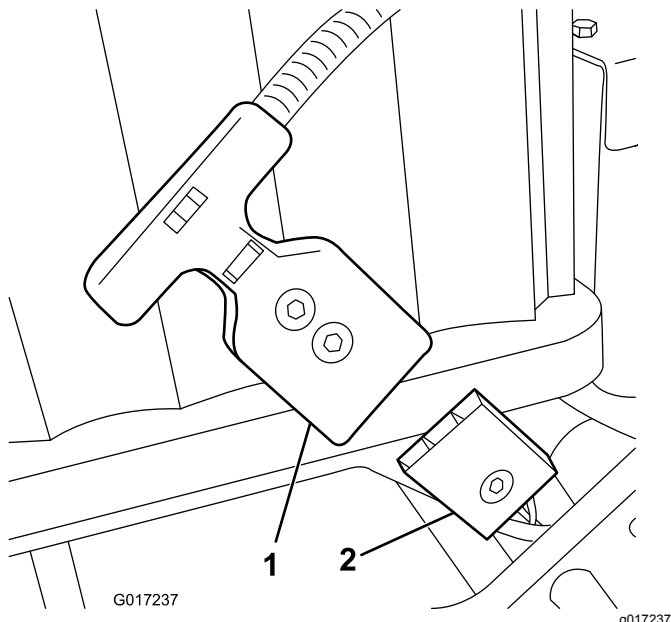

图16
**注意** 如果您无法在电池组安装后使电池组插座与机器线束插头对齐则可以选择先将线束连接至电池组然后再安装电池组。从电池基座上拔下主电源接头 (图16)。按照说明将接头安装到电池上。将电池安装到基座附带的线束穿过相应的孔然后使用之前卸下的紧固件将主电源接头固定到电池基座上。
16. 将主线束上的 T 形手柄接头连接到电池基座的主电源接头上 图16。